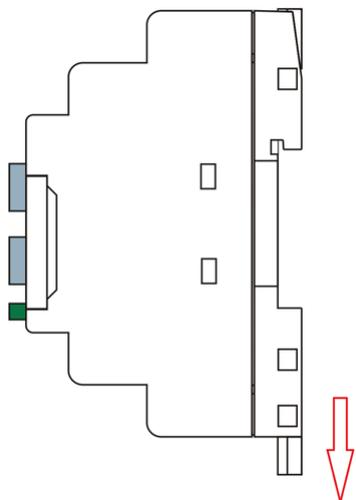

Рисунок 2.24 - Монтаж на DIN-рейку
1. Достаньте модуль из упаковки и сдвиньте нижнюю защелку наружу до фиксации в выдвинутом положении (рисунок 2.24).